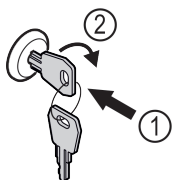

Fig. 151 Immagine a titolo di esempio
- Inserire la chiave Fig. 151 (1).
- Ruotare la chiave di 90° in senso orario Fig. 151 (2).